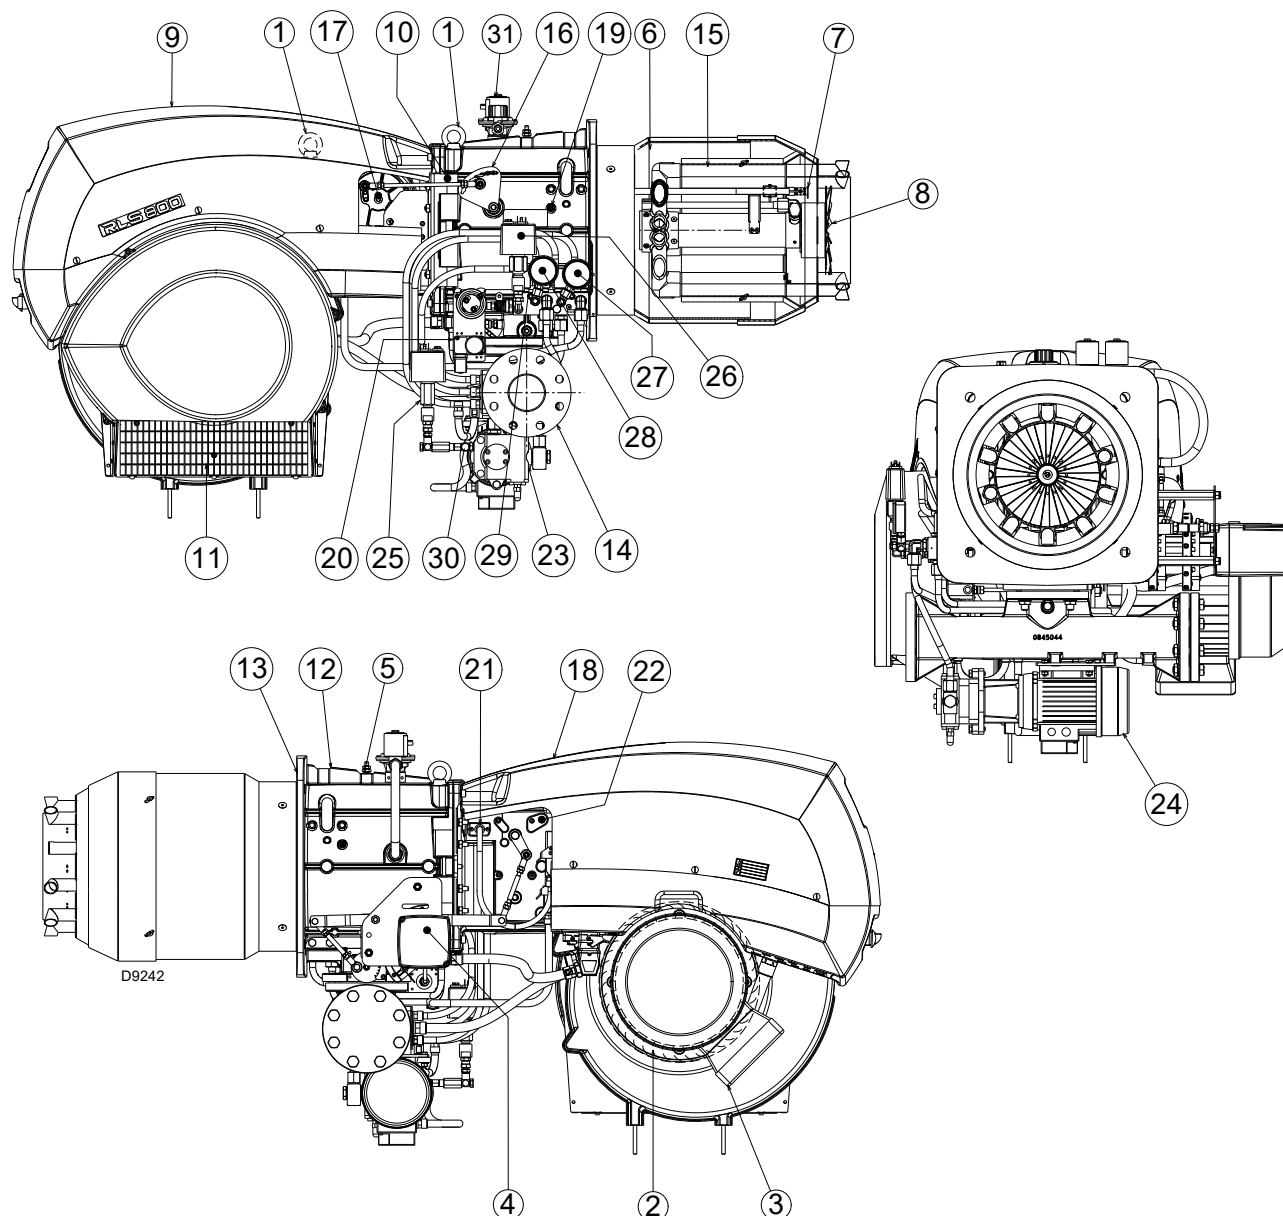

Abb. 4
- (1) Bezugsbedingungen: Raumtemperatur 20°C - Gastemperatur 15°C - Barometrischer Druck 1013 mbar - Höhe 0 m ü.d.M.
(2) Druck am Anschluss 5)(Abb. 4) bei Druck Null in Brennkammer und bei Höchstleistung des Brenners.
(3) Schalldruck, im Verbrennungslabor des Herstellers bei laufendem Brenner am Prüfkessel, bei Höchstleistung gemessen. Die Schallleistung wird mit der von der Norm EN 15036 vorgesehenen „Free Field“-Methode mit der Messgenauigkeit „Accuracy: Kategorie 3“ gemessen, wie von der Norm EN ISO 3746 vorgeschrieben.